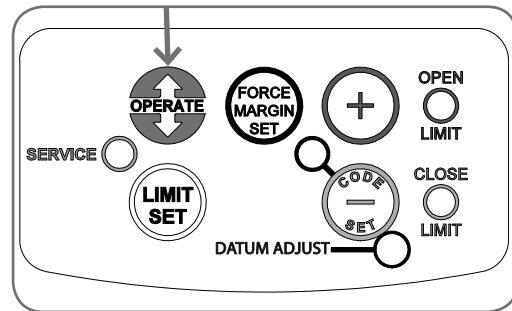

Fig. 28
- Press the OPERATE button to open the door (Fig. 28).
- Press the OPERATE button to close the door (Fig. 28).